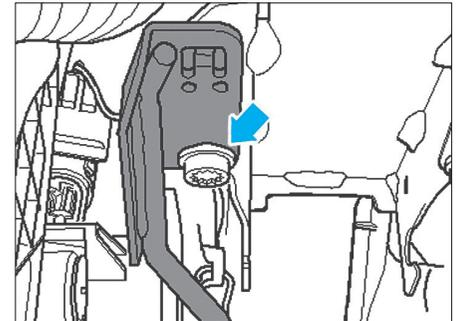

FIG. 15
- Déverrouiller l'agrafe de sûreté (2) et débrancher la conduite rigide/flexible (3) du cylindre émetteur.
*Sur certains cylindres émetteurs, l'agrafe de sûreté (2) peut également être retirée latéralement.*
- Dégrafer le transmetteur de position d'embrayage du cylindre émetteur en (A) puis (B).
- Si nécessaire, déposer le renfort anticollision (Fig.15).